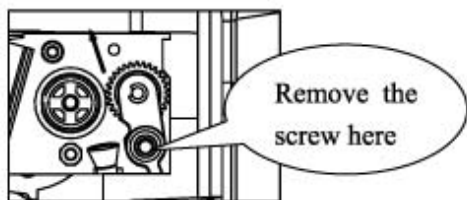

Рис. 6
6. Удалите 6-гранные винты расцепляющего рычага с пластины, пользуясь накладным гаечным ключом. Затем выньте расцепляющий рычажок в направлении стрелки (рис. 6).